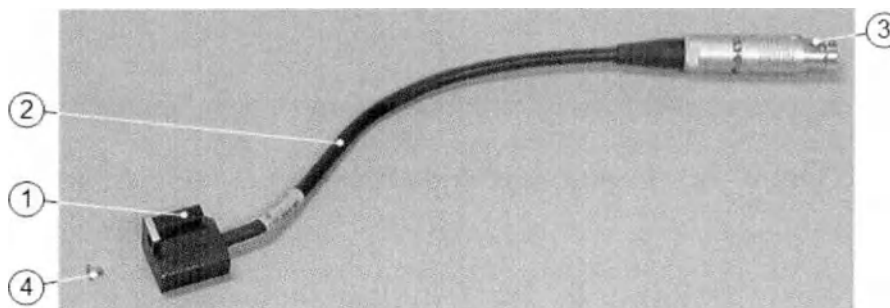

Рис. 6.1. Датчик положения
- Датчик положения (рис. 6-1, цифра 1) с кабелем (цифра 2), разъем (цифра 3) и 2-миллиметровый винт с внутренним шестигранником (цифра 4)